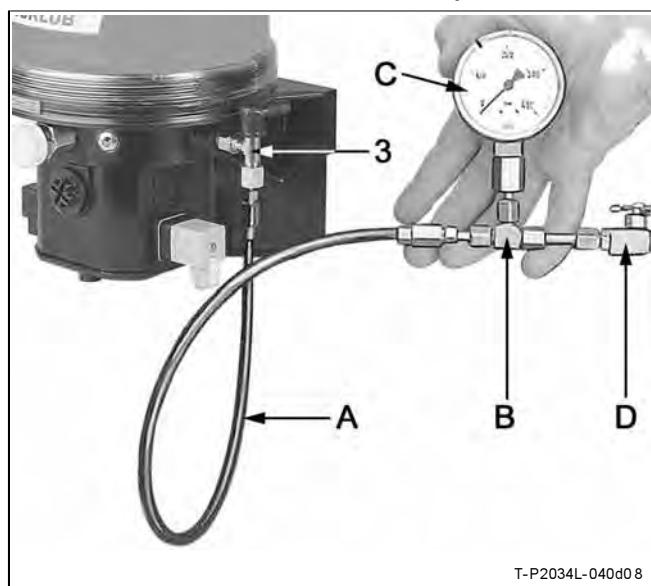

Fig. 9-4 Controllo della valvola limitatrice della pressione
- ⦿ Collegare il manometro C (fig. 9-4) alla valvola limitatrice della pressione 3.